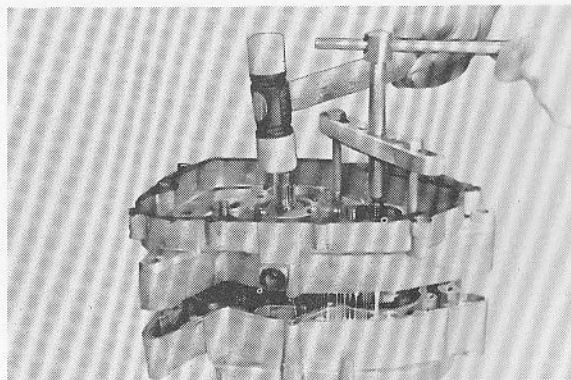

Fig. 3-2-24
3. As pressure is applied, alternately tap on the front engine mounting boss, the transmission shafts and the shift drum. (Fig. 3-2-24)
3. Quand la pression est appliquée, taper alternativement sur le bossage de montage du moteur avant, les axes de transmission et le tambour de changement. (Fig. 3-2-24)